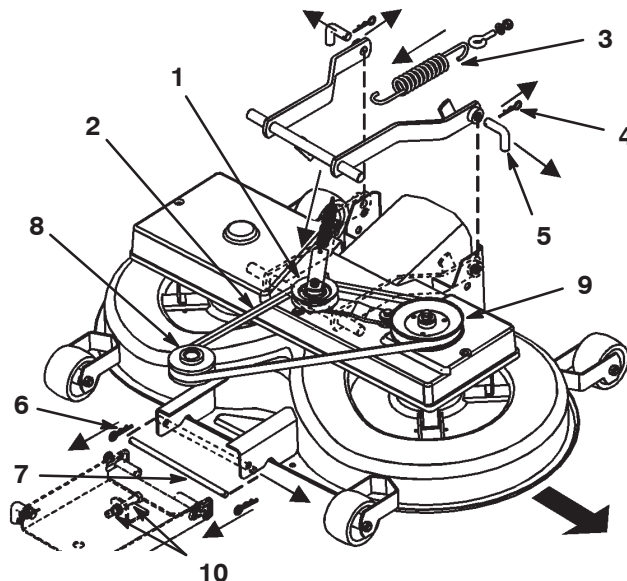

Figure 36
8. Tirez l'ensemble bras de tension vers l'intérieur et ôtez la courroie trapézoïdale de la poulie (Fig. 36).
9. Décrochez le ressort du levier d'engagement (Fig. 36).
11. Retirez les goupilles fendues des 2 goupilles arrière et déposez ces dernières (Fig. 36).
12. Retirez la goupille fendue de la goupille avant et déposez cette dernière (Fig. 36).
13. Enlevez la courroie trapézoïdale de la poulie du moteur (Fig. 36).
2. Enlevez l'ensemble poulie à courroie trapézoïdale et l'ensemble bras de tension (Fig. 36).
7. Placez la goupille inférieure de la suspension de réglage avant dans la position inférieure des fentes, en réglant les 2 écrous (M12) sur la suspension avant (Fig. 36).